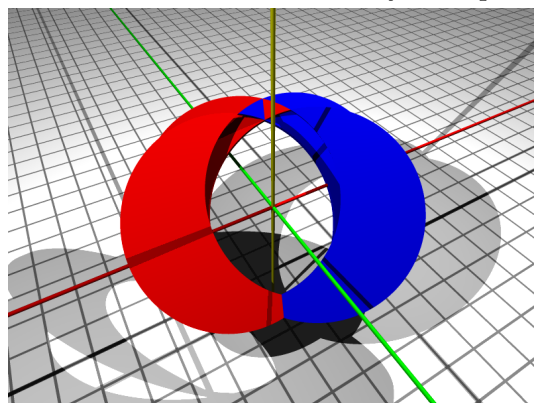

FIGURE 15: Ajouter un nouveau couple.
- Créer la lunule suivante, après avoir augmenté i de 1 (figure 15 à 17).